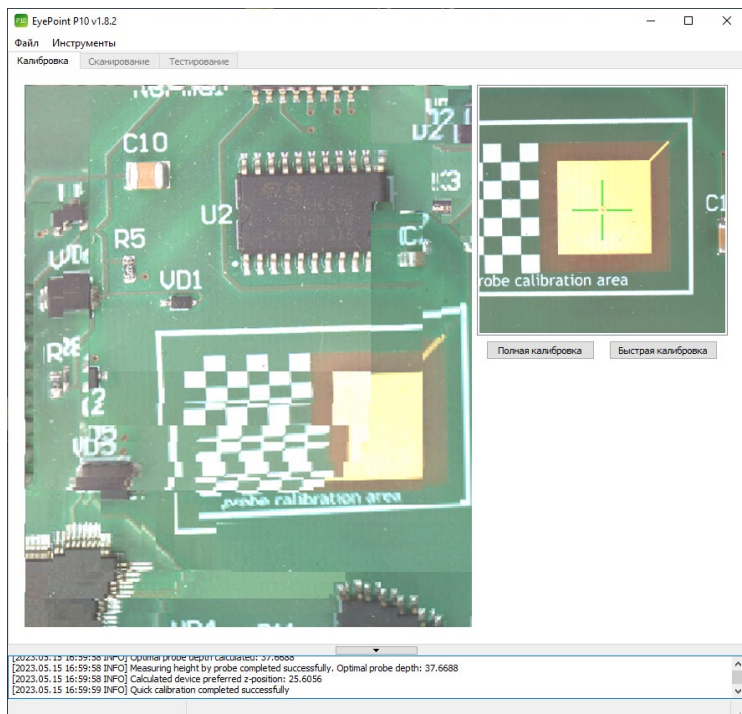

Рисунок 14. Внешний вид окна ПО EyePoint P10 при окончании быстрой калибровки.
5. Дождитесь окончания быстрой калибровки (может занять около минуты). В случае успешного завершения быстрой калибровки: в информационном блоке появится сообщение «Quick calibration completed successfully» (Рисунок 14).